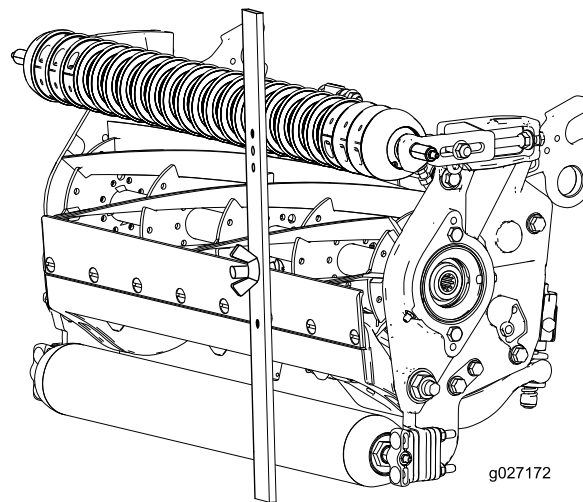

Figura 17
4. Prenda a cabeça do parafuso à extremidade cortante da lâmina de corte e apoie a extremidade traseira da barra no rolo traseiro (Figura 17).
5. Rode o parafuso de ajuste até que o rolo frontal entre em contacto com a barra indicadora (Figura 17).